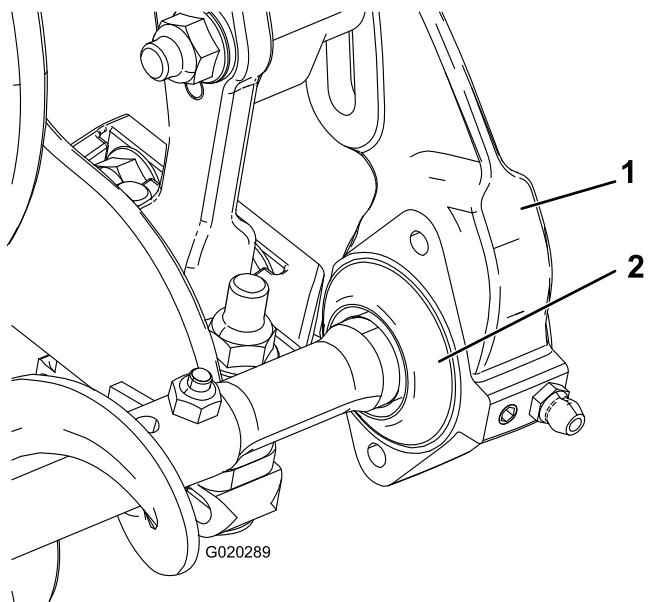

図 8
1. 各エクスクルーダシールを外側にずらし、シールのリップがそれぞれのベアリングハウジングに軽く接触するようにする図 8。